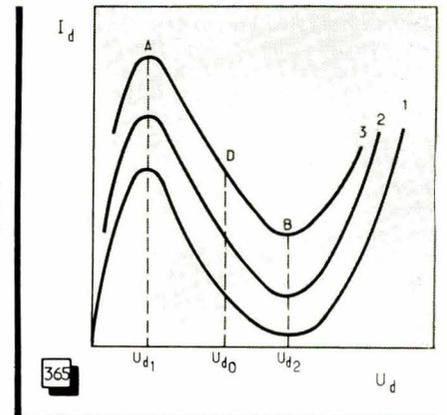
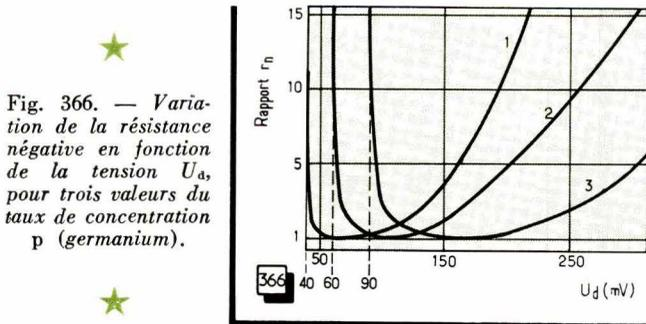

Fig. 365. — Le courant I_{dmax} augmente lorsque la concentration n augmente.
Fig. 366. — Variation de la résistance négative en fonction de la tension U_d , pour trois valeurs du taux de concentration p (germanium).
Si l'on augmente la concentration des « donneurs » dans la zone n , le courant I_{dmax} augmente, mais la tension U_{d1} reste pratiquement constante, de même, d'ailleurs, que la tension U_{d2} (fig. 365).
Nous avons indiqué plus haut que la portion « négative » de la courbe d'une diode tunnel, comme la portion AB de la courbe (3) de la figure 365, présentait un point où la résistance différentielle négative était minimale, par exemple D, correspondant à une certaine tension U_{d0} . Cette tension reste pratiquement constante, tout comme
Il peut être intéressant de connaître l'allure de la variation de la résistance négative dans les limites de la portion correspondante de la courbe, c'est-à-dire entre les points A et B de la figure 365. Les courbes de la figure 366 traduisent cette variation pour trois valeurs différentes de concentration dans la zone p et, partant de là, trois valeurs de U_{di} : courbe (1) : $U_{di} = 40$ mV et $p = 10^{19}$ par cm^3 ; courbe (2) : $U_{di} = 60$ mV et $p = 4 \cdot 10^{19}$ par cm^3 ; courbe (3) : $U_{di} = 90$ mV et $p = 8 \cdot 10^{19}$ par cm^3 . L'axe vertical est gradué en valeurs du rapport $r_{dn}/r_{dn, min} = r$.
La figure 367 permet de comparer l'allure de la courbe (2) de la figure 366 avec la courbe correspondante d'une diode à l'arséniure de gallium. On constate sur toutes ces courbes que la plage où la résistance négative garde une valeur faible et à peu près constante est toujours assez réduite.